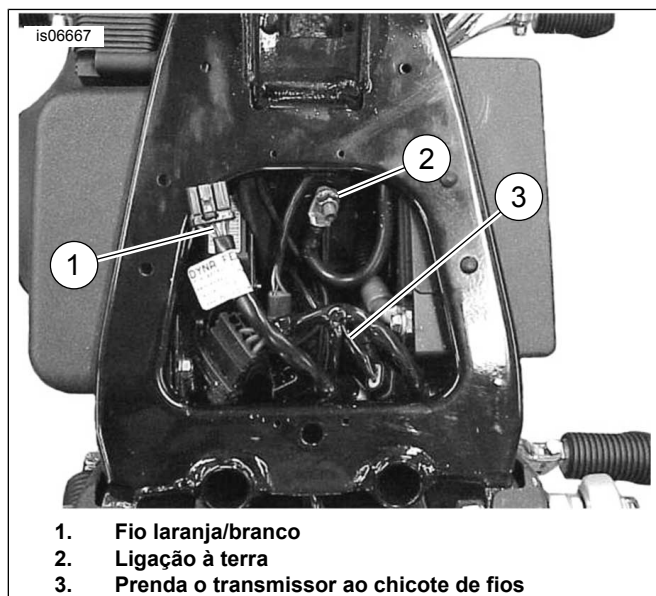

Figura 3. Montagem do transmissor (Dyna)
2. Ver Figura 3 . Utilize abraçadeiras de cabos para fixar o transmissor ao chicote de fios do modelo Dyna (3) que se encontra localizado debaixo do assento, perto do compartimento da bateria. Encaminhe os fios do transmissor para a frente, ao longo do lado direito do quadro.